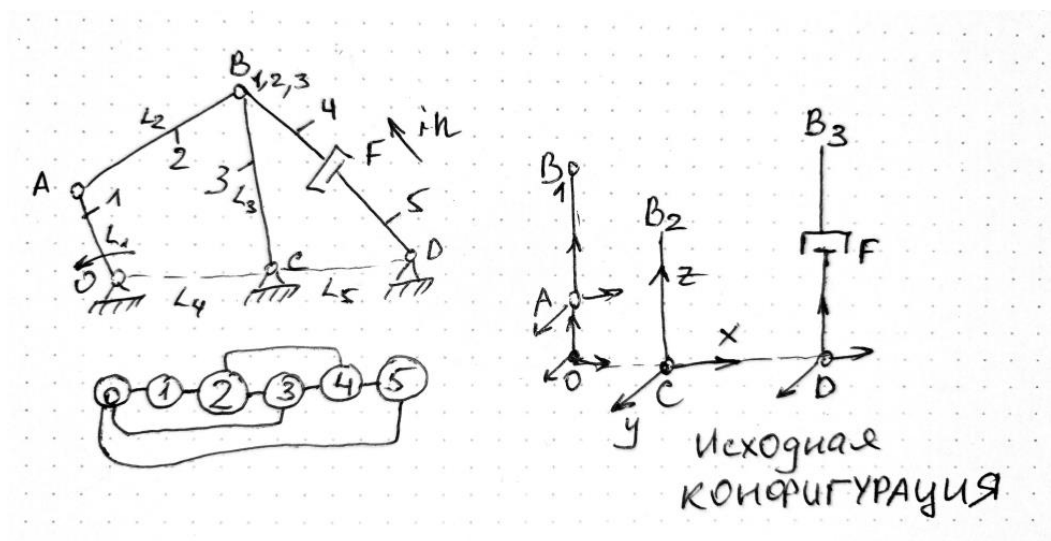

Рисунок 1 – Граф механизма, исходная конфигурация разомкнутой схемы механизма.
1. Был произведен анализ предложенной схемы, построен граф механизма, результаты приведены на рис. 1.